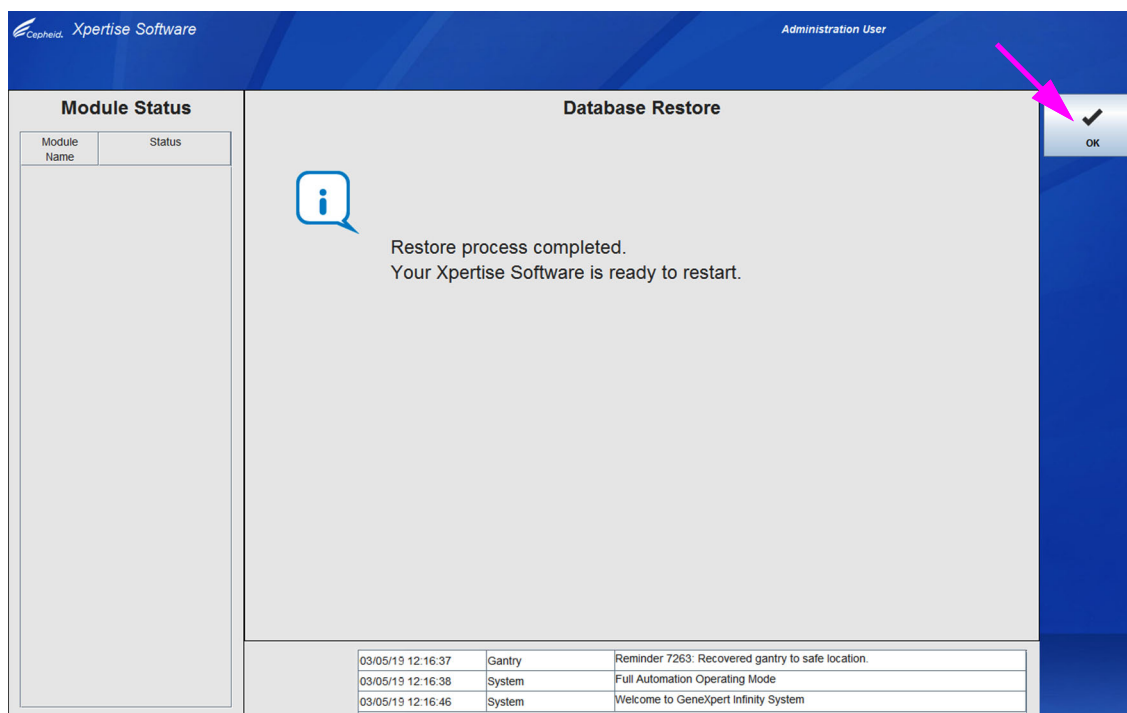

图 5-155. 数据库恢复 (Database Restore) 工作区确认
8. 显示进度条的数据库恢复 (Database Restore) 工作区指示数据库恢复过程的进度。根据数据库中的数据量情况，恢复过程可能会需要一些时间。恢复过程完成时，会出现一条过程完成消息。请参见图 5-155。
9. 完成了数据库恢复之后，选择**确定 (OK)** 按钮以关闭 Xpertise 软件应用程序。请参见图 5-155。